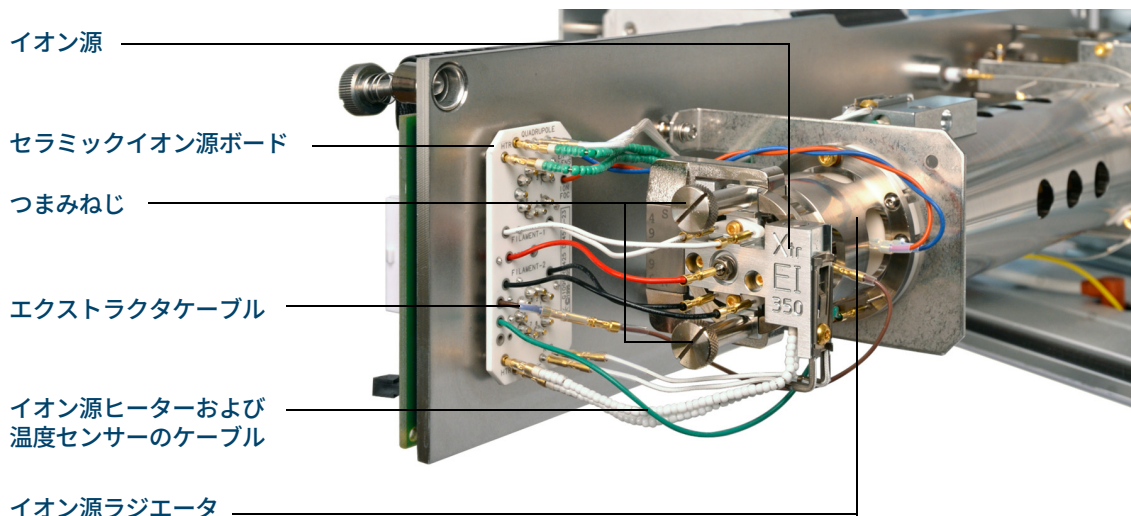

図 68. EI イオン源の取り付け
- 1 イオン源を、ソースラジエータの中へ入れます。(図 68 を参照してください)。
- 2 イオン源のつまみねじを取り付け、手で締めます。つまみねじを締めすぎないでください。(図 68 を参照してください)。